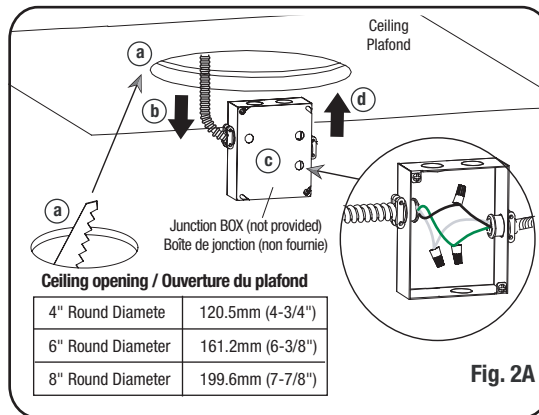

Fig. 2A
2. Cut the appropriate opening into the ceiling in order to accommodate the luminaire inside (See Fig. 2A cutout table).
3. Bring out through the ceiling opening the BX cable power supply and made the appropriate electrical connections with the luminaire inside a junction box (not provided) as shown in Fig. 2A:
2. Couper l'ouverture appropriée dans le plafond pour accommoder le luminaire à DEL à l'intérieur (voir sur la Fig. 2A le tableau des dimensions de coupage).
3. Faire sortir par l'ouverture du plafond le câble d'alimentation en gaine métallique et effectuer les connexions électriques appropriées avec le luminaire à l'intérieure d'une boîte de jonction (non fournie), comme montré sur la Fig. 2A: